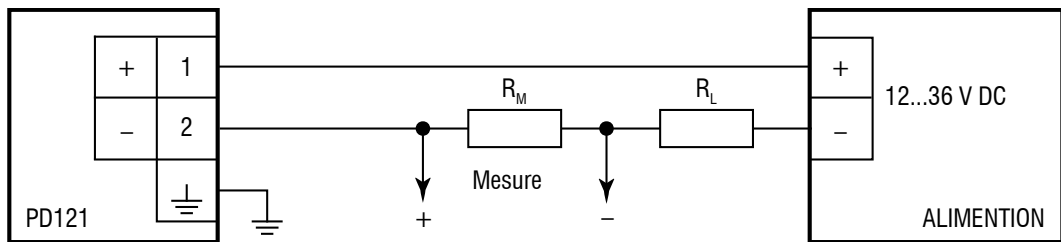

Fig. 4.1 Schéma de branchement
L'émetteur doit être connecté conformément au schéma de câblage (Fig. 4.1), en tenant compte des exigences de résistance à la charge.
- Dévissez le presse-étoupe (4) et retirez le joint de câble (3).
- Insérez le câble dans le boîtier (2) à travers le presse-étoupe (4) et la bague d'étanchéité (3).
- Raccordez les extrémités dénudées des câbles aux bornes à vis du porte-bornes (5) conformément au schéma de câblage (Fig. 4.1) et serrez les bornes à vis.
- Insérez le support de contact (5) dans le boîtier (2) et enclenchez le joint plat (6).
- Lors de l'insertion du presse-étoupe (4), assurez-vous que le presse-étoupe et le joint (3) sont correctement placés et que le joint n'est pas endommagé.